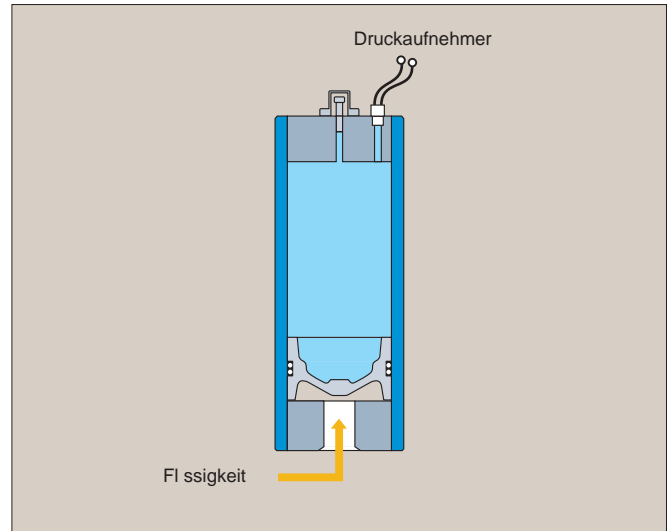

Abb. 14a Der Druckwandler ermittelt den tatsächlichen Fülldruck eines abgeschalteten Systems
- Abgeschaltetes Hydrauliksystem Ein Drucksensor oder ein Meßgerät in dem Enddeckel auf der Gasseite (Abb. 14a) gibt den tatsächlichen Fülldruck an, nachdem sich das Hydrauliksystem abgekühlt hat und die Flüssigkeit aus dem Speicher entleert wurde.